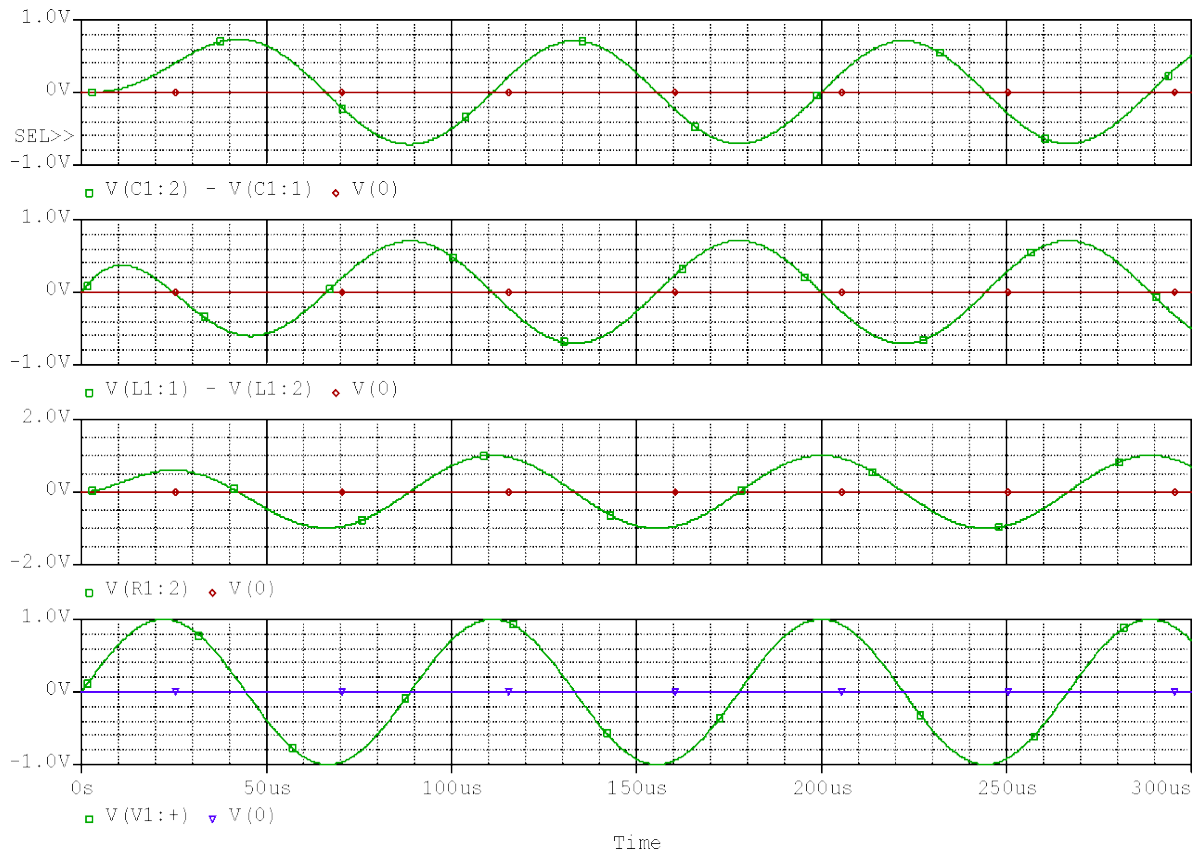

Рисунок 6.11 – Окремі діаграми вхідної напруги і напруг на всіх компонентах контуру з опором $R1 = 1$ (кОм)
14. Повторіть всю процедуру із самого початку для того, щоб отримати діаграму напруги на конденсаторі, додавши до нового рядка нульовий потенціал $V(0)$ і напругу на конденсаторі: $V(C1:2) - V(C1:1)$ (рис. 6.11).
Така постановка питання має велике значення в електроніці. Але тоді довелося б ще раз проводити моделювання схеми, цього разу зі зміненим значенням $R1$, а потім створити нову діаграму за зразком, що зображений на рис. 6.11, але виконувати ще раз всю роботу із створення діаграми не потрібно. Для того, щоб після кожного моделювання не проводити одні і ті ж налаштування вікна *Probe*, виконайте описані нижче кроки.